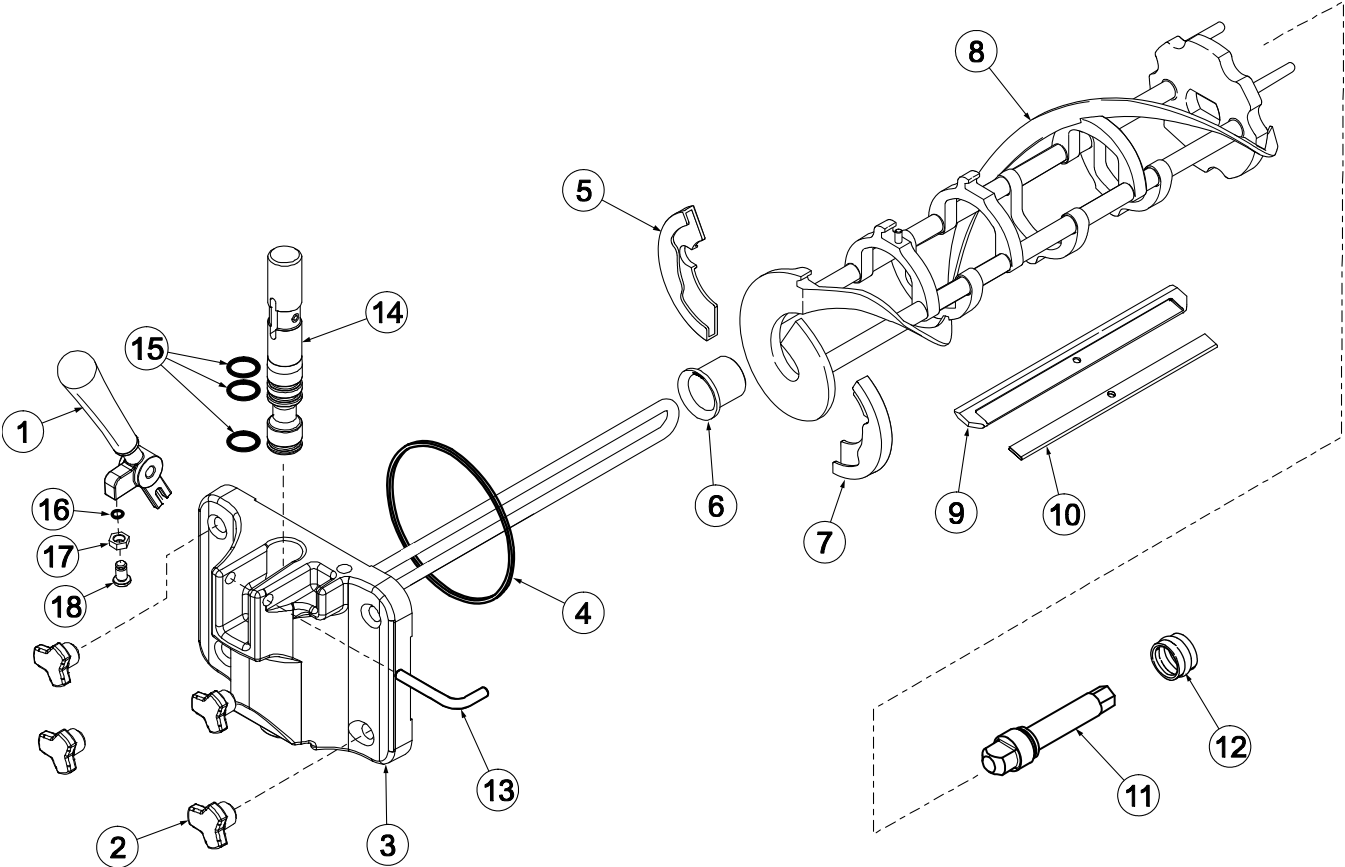

Figura 12
**Conjunto da porta do batedor – Lado do sorvete soft (Veja a Figura 12)**